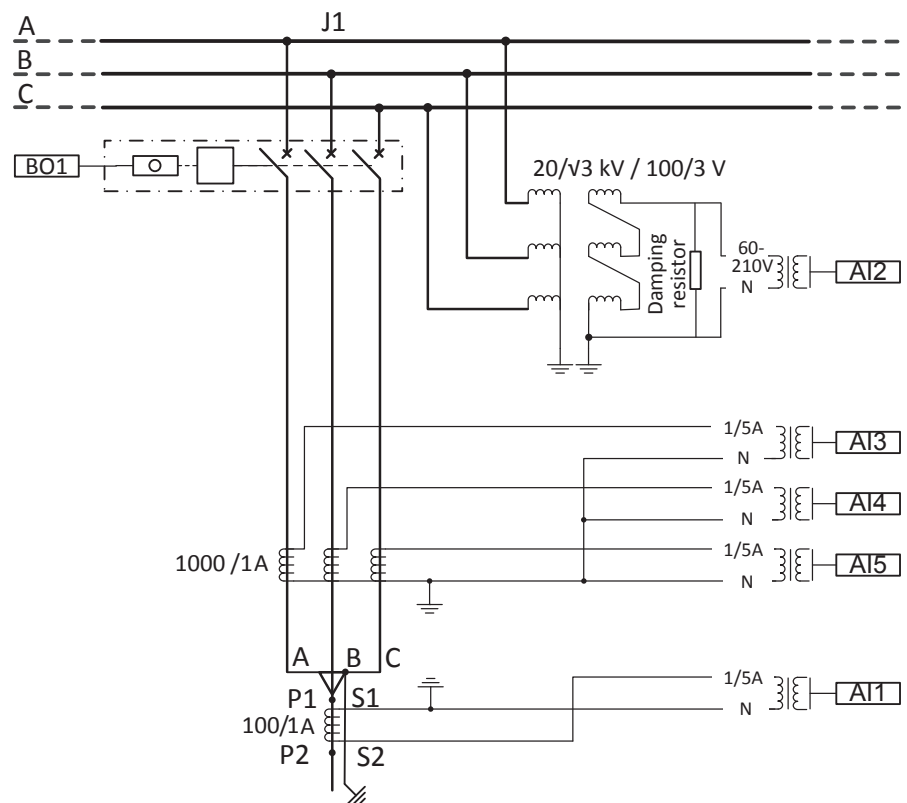

Abb. 8: Relais-Schnittstellen und Strom-/Spannungswandleranschlüsse für den Beispielfall
Abbildung 8 zeigt die Anschlussdetails der Analogeingänge (AI) und die Binärausgänge (BO) des Relais. Die erforderlichen CT- und VT-Anschlüsse für die Realisierung des Beispielfalls werden ebenfalls in der Abbildung für den MFADPSDE-Schutz von Einspeiser J1 gezeigt. Für die Messung des Summenstroms sollt ein CBCT verwendet werden. Die Verlagerungsspannung  $U_0$  wird typischerweise mit offener Spannungswandler-Dreieckschaltung gemessen.